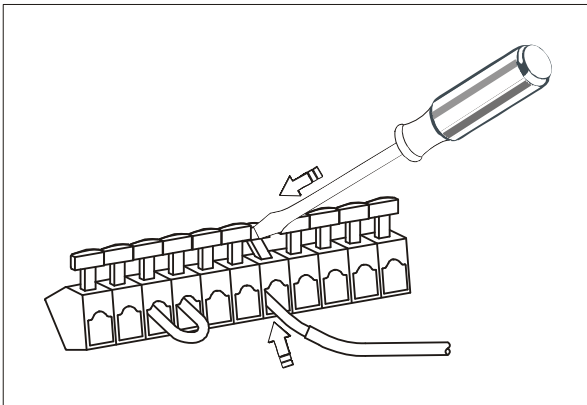

figure 6: Ouverture / fermeture des bornes
Brancher les entrées et les sorties du réseau et de la pompe aux bornes d'alimentation prévues à cet effet (figure 6, Pos ① à ⑥). Ne raccorder qu'une seule entrée/sortie (jusqu'à 2,5 mm2) par borne d'alimentation. Utiliser des embouts pour les conducteurs à fils de faible diamètre. Equiper les câbles à l'extérieur du régulateur d'une décharge de traction.
Brancher les sondes du réservoir et du capteur aux bornes d'alimentation prévues à cet effet (figure 6, Pos ⑦ à ⑩) sans tenir compte de la polarité de leurs contacts. Equiper les câbles à l'extérieur du régulateur d'une décharge de traction.